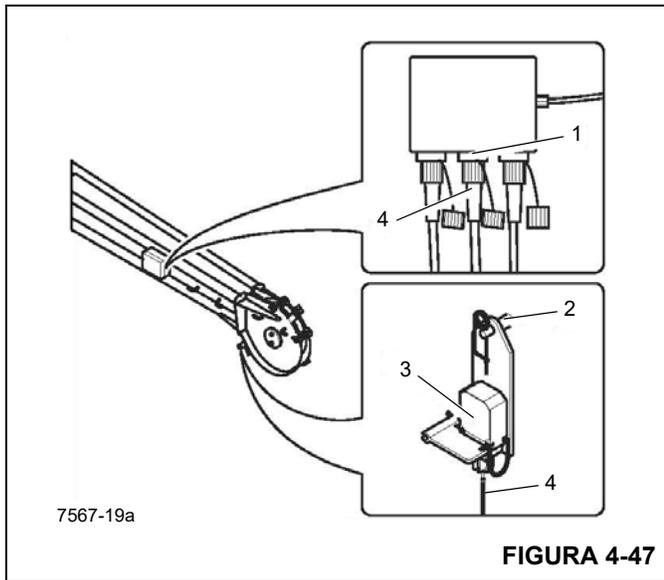

FIGURA 4-47
1. Instale el interruptor de prevención del contacto entre bloques (3) en el pasador (2) y asegúrelo con una pinza de retención (Figura 4-47).
2. Coloque el cable de prevención del contacto entre bloques (4) de modo tal que no se dañe durante el funcionamiento de la grúa, y conecte el interruptor de prevención del contacto entre bloques en el receptáculo (1).